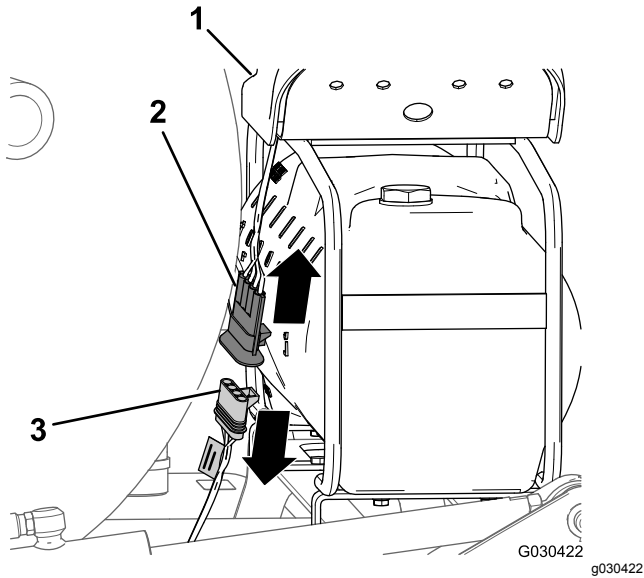

図 4
1. フォームマーカのタンクの後部にあるコンプレッサ用ハーネスを探し出す (図 4)。
2. 車両用の後ワイヤハーネスの4ソケットコネクタから、コンプレッサ用の4ピンコネクタを外す (図 4)。